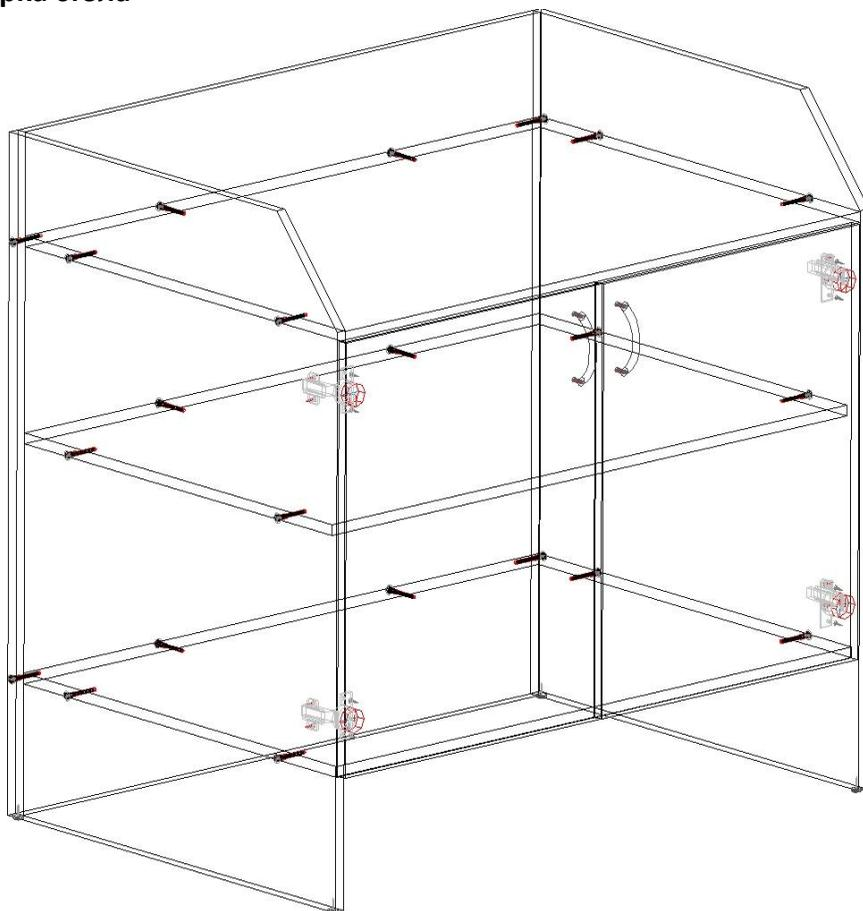

Рис. 1
- 4.1 Внимательно ознакомьтесь со схемой сборки, изображённой на рис. 1, сверяясь с комплектовочной ведомостью на изделие. Согласно позициям на схеме и комплектовочной ведомости определите расположение деталей в изделии и порядок их сборки. Сборка производится на ровном полу, укрытом материалом, предотвращающим повреждение покрытия пола и деталей мебели. Подготовьте необходимые для сборки инструменты – плоскую и крестовую отвёртки, молоток, рулетку или линейку.
- 4.2 На вертикал. бок. стенках [1,2] установите подпятники (4). Евровинтами (1), как показано на рис. 1, соедините вертикал. стенки [1,2,3] с горизонт. ст. [4,5,6]. Закройте головки евровинтов (1) заглушками (2).